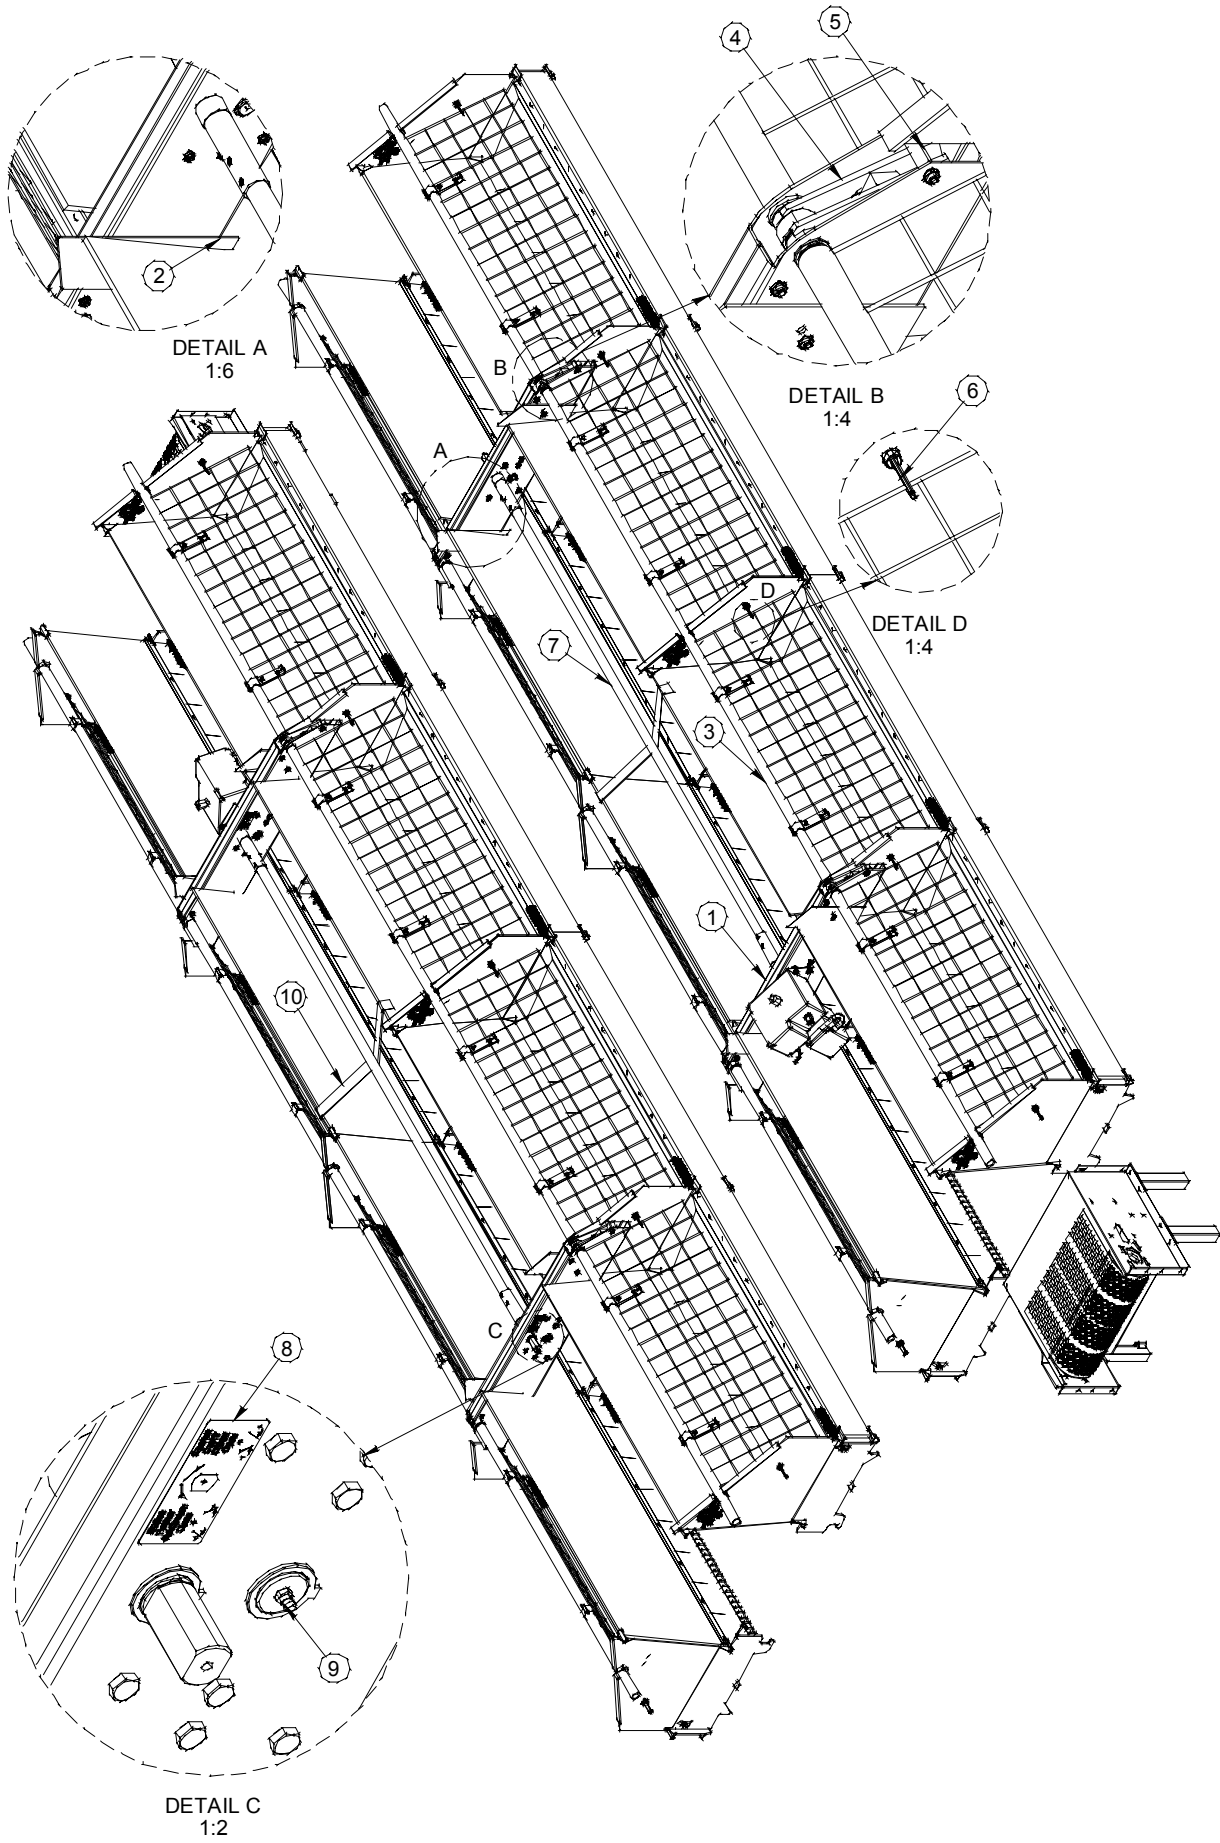

Рис. 7.2 Thooted bar system
2) Начинайте с передней части ряда гнезд, в первом модуль системы выгона. Стандартны трубы для выгона устанавливаются в месте разветвления механизма выгона. (деталь В, рис. 7.2). Вместе со стальным штырьком $\text{Ø } 8 \times 50$ Шумо и $\text{Ø } 8 \times 40$ thooted модулем (b).
5) последняя труба каждого системы выгона имеет прямой конец (3), без сжатия. Также между двумя модулями выгона, см. (рисунок) 7.3. Его длина может зависеть от чертежа. Противоположная последняя труба последующих сеток выгона соединяется вращением. Конец одной трубы должен вращаться вокруг выдающийся разъем, чтобы установить в другую.